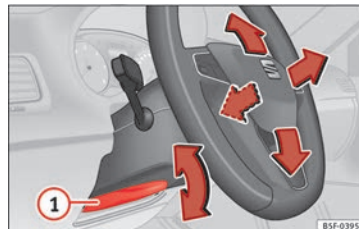

Fig. 20 Palanca en la parte inferior del lateral izquierdo de la columna de dirección.
• Ajustar la posición del volante: tire de la palanca » **fig. 20** **1** hacia abajo, mueva el volante hasta la posición deseada y vuelva a subir la palanca hasta el punto de cierre.